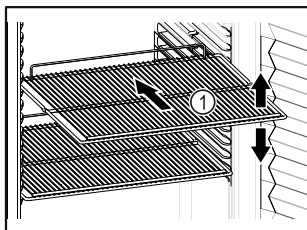

Fig. 73 Beispielhafte Darstellung
- ❑ Wenn Ablageflächen Fig. 73 (1) versetzbar sind, Ablageflächen je nach Höhe anpassen.